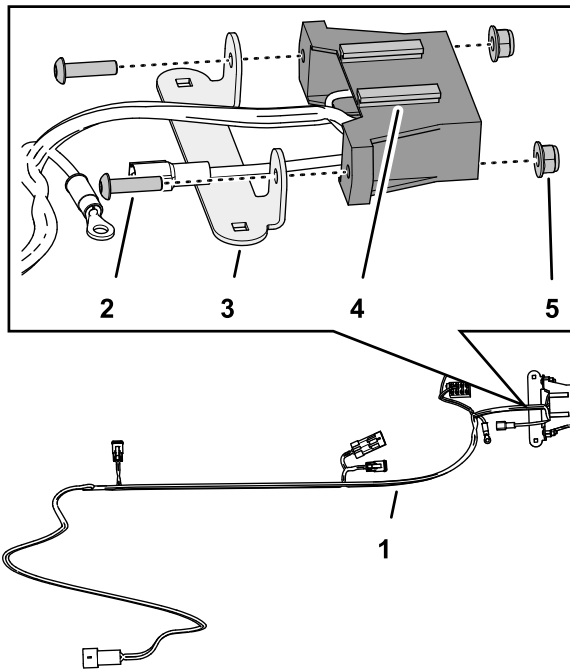

Bild 5
2. Montieren Sie die Befestigung des Sicherungskastens mit den zwei Innensechskantschrauben (Nr. 10 x 3/4") und zwei Sicherungsbundmutter (Nr. 10) am Sicherungskasten (Bild 5).